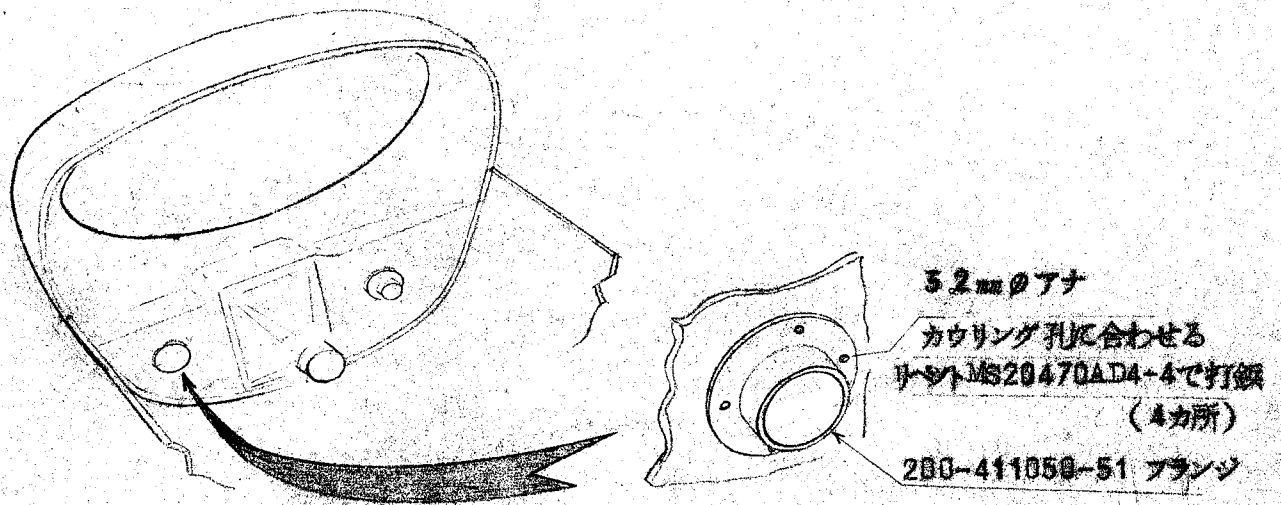

図 1. カウリング改修
- (1) 下部カウリングを取りはずす。
- (2) キャブ ヒーター バルブ組立につながるダクト 2 本及び索をバルブ組立より取りはずし、バルブ組立をキャブ ヒーターより取りはずす。
- (3) 左側熱交換器及びシールド(カバー)を排気管より取りはずす。
- (4) 防火壁部のキャビンヒーターバルブを取りはずす。
- (5) ノーズカウリング左側盲蓋を取りはずしフランジ(200-411050-51)を取付ける。(図 1)
- (6) キャブ ヒーター バルブ(200-914126-001)を取付けボルトにカラダ線をかける。
- (7) 防火壁部のキャビン ヒーター バルブ(200-550051-001)を取付ける。
- (8) 左排気熱交換器(205-950015-001)およびカバー(200-950037-001)を取付ける。
- (9) キャビン ヒーター およびキャブ ヒーター ケーブルを結合しストロークの調整をする。
- (10) カウリングを取付ける。
- (11) 各ダクトをホース バンドおよびクランプで固定する。